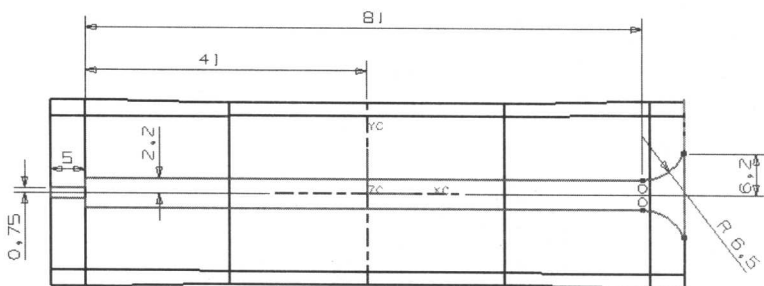

图1-7
5. 在【成形特征】工具条中单击【草图】 按钮，弹出【基准平面】悬浮工具条。以默认平面作为草绘平面，然后单击【确定】 按钮进入二维草图界面，绘制图 1-7 所示的草图轮廓。